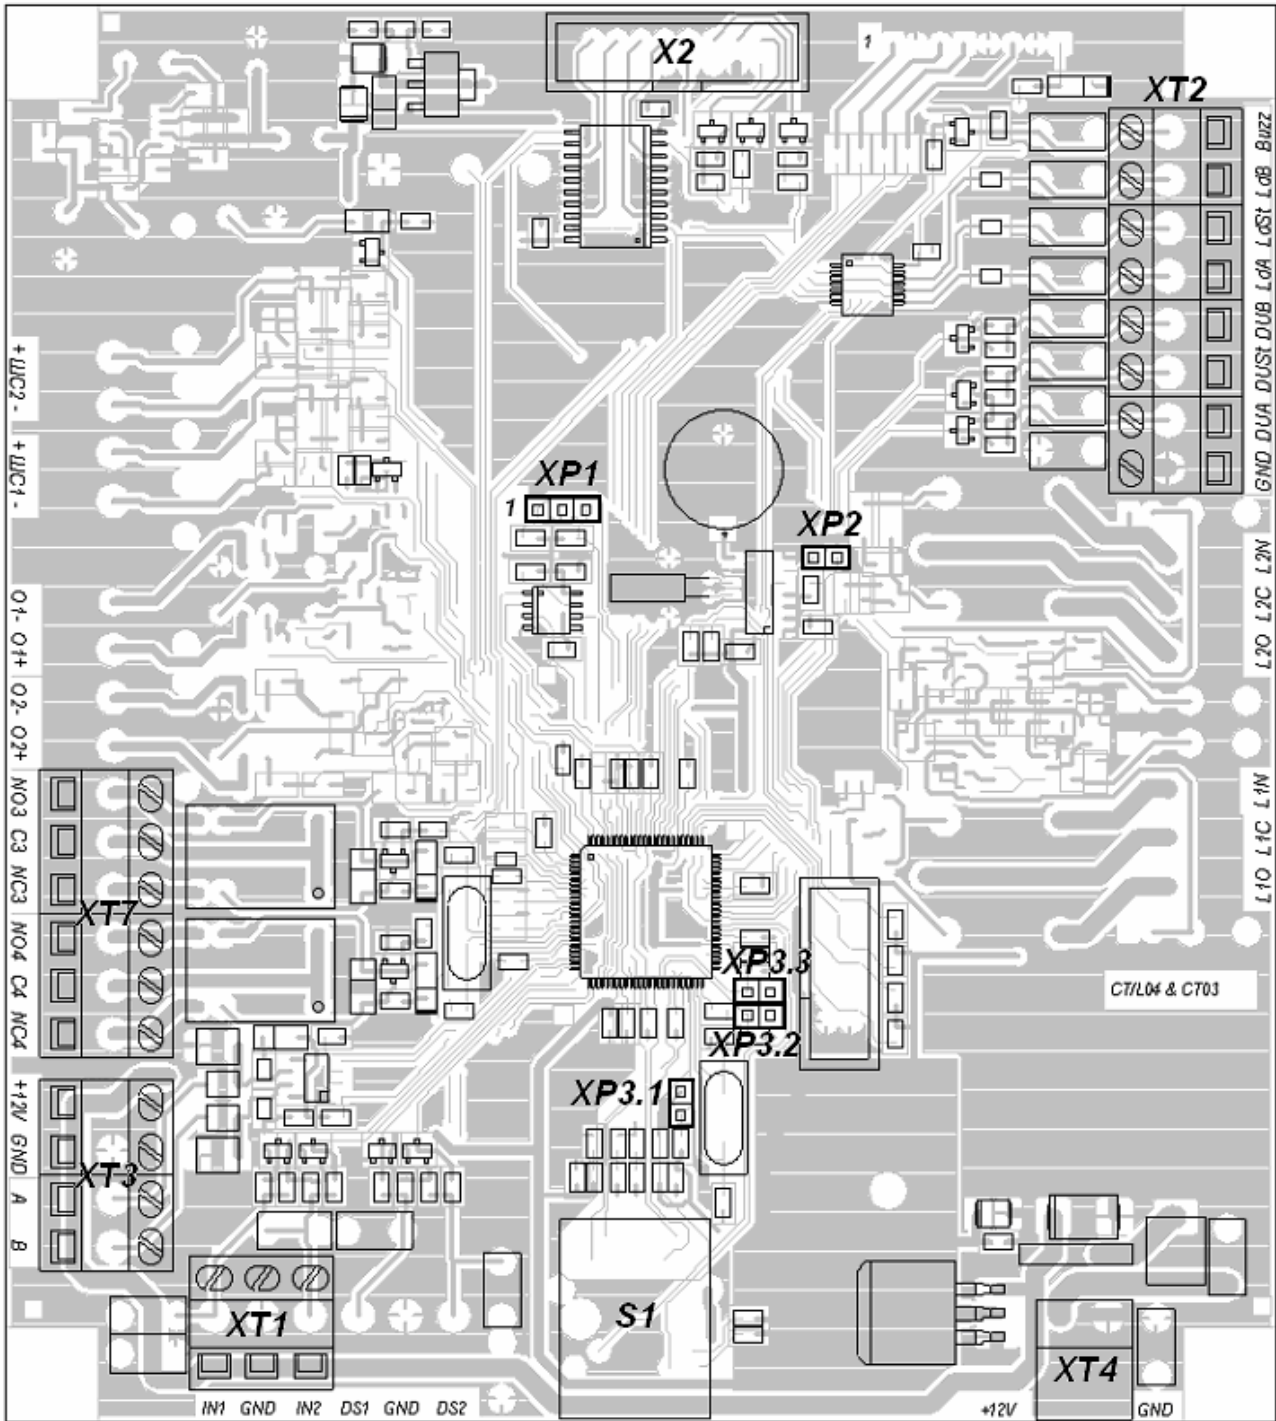

Рисунок 3 Плата контроллера PERCo-CT03
5.2.4 Пульт управления выполнен в виде небольшого настольного прибора в корпусе из ударопрочного АБС пластика и предназначен для задания и индикации режимов работы при ручном управлении ЭП. Пульт управления подключается к плате PERCo-CT03 гибким многожильным кабелем (10) через клеммную колодку "XT2" (см. рисунок 3).
На лицевой панели пульта управления расположены три кнопки для задания режимов работы ЭП. Над кнопками расположены индикаторы. *Средняя* кнопка (далее – кнопка "*Запрет прохода*") предназначена для переключения ЭП в режим "*Запрет прохода*". *Левая и правая* кнопки (далее – кнопки "*Разрешение прохода*") предназначены для разблокировки ЭП в выбранном направлении. Изменить ориентацию пульта управления относительно установки стойки ЭП (если на месте установки стойка обращена к оператору не лицевой, а тыльной стороной) можно, поменяв местами провода от пульта управления, подключаемые на контакты *DUA* и *DUB*, а также *Led A* и *Led B* соответственно (рисунок 3 и рисунок А.1 Приложение А Схема подключения электронной проходной и дополнительного оборудования).
5.2.5 На плате контроллера PERCo-CT03 (рисунок 3) расположены:
5.3.2 Подключение указанных в п. 5.3.1 автономных устройств производится с помощью кабелей (10) и (13) к соответствующим клеммным колодкам “ХТ2” и “ХТ4” платы PERCo-CT03 (рисунок 3) в соответствии со схемой подключения (рисунок А.1 Приложения А).
5.8.1 На плате встроенного в ЭП контроллера имеется разъем **XP1** (рисунок 3), предназначенный для выбора способа работы системы (ручное или динамическое распределение *IP*-адресов) и возврата к заводским установкам (со сбросом пароля). Данные действия производятся путем установки на разъем перемычки, входящей в комплект поставки ЭП.
- снимите крышку (3) (порядок снятия крышки указан в п. 6.1);
- установите в рабочее положение крышку (3).
5.8.6 На плате встроенного в ЭП контроллера имеются *разъемы* XP3.1 – XP3.3 (рисунок 3). Порядок применения переключек для данных разъемов см. в Приложении В, таблица В1. При поставке переключки на разъемах не установлены.